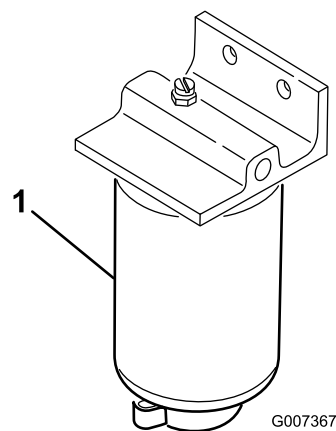

Figura 46
1. Mettete un contenitore pulito sotto il filtro del carburante (Figura 46).
2. Pulite l'area di montaggio del filtro (Figura 46).